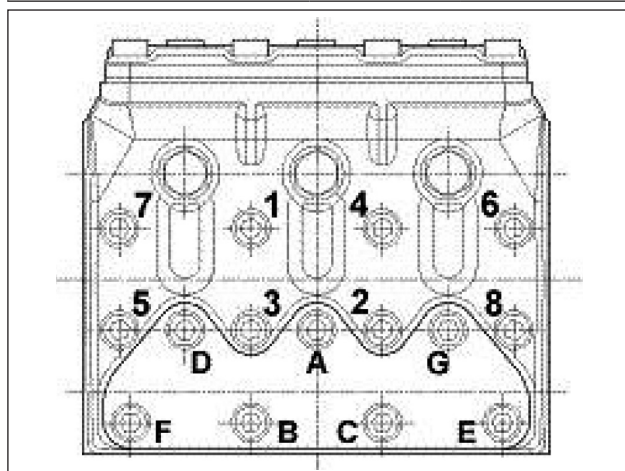

Рис. 24
- ** Винты крепления торца нужно затягивать динамометрическим ключом в порядке, указанном на Рис. 24, смазав подголовки.
- *** Винты крепления крышек клапанов нужно затягивать динамометрическим ключом в порядке, указанном на Рис. 24, смазав подголовки.